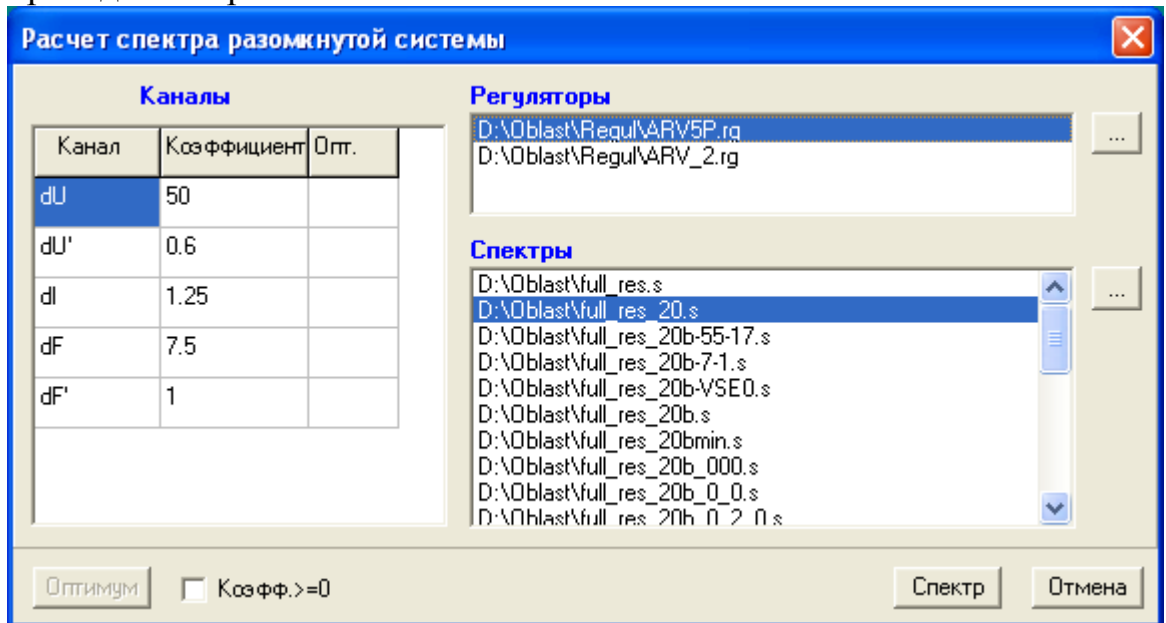

Рис.4.5.
- 4.5. Для получения спектра системы с измененными настроечными коэффициентами предварительно определяют спектр разомкнутой системы. По этому спектру и новым параметрам регулятора вычисляют новый спектр замкнутой системы. Обе операции производит директива *Разомкнутая/Замкнутая система*. Файл спектра разомкнутой системы имеет тот же формат, что исходный спектр замкнутой системы, но расширение “.r”. Директива по расширению определяет направление преобразования. Форма директивы *Разомкнутая/Замкнутая система* приведена на рис.4.5.